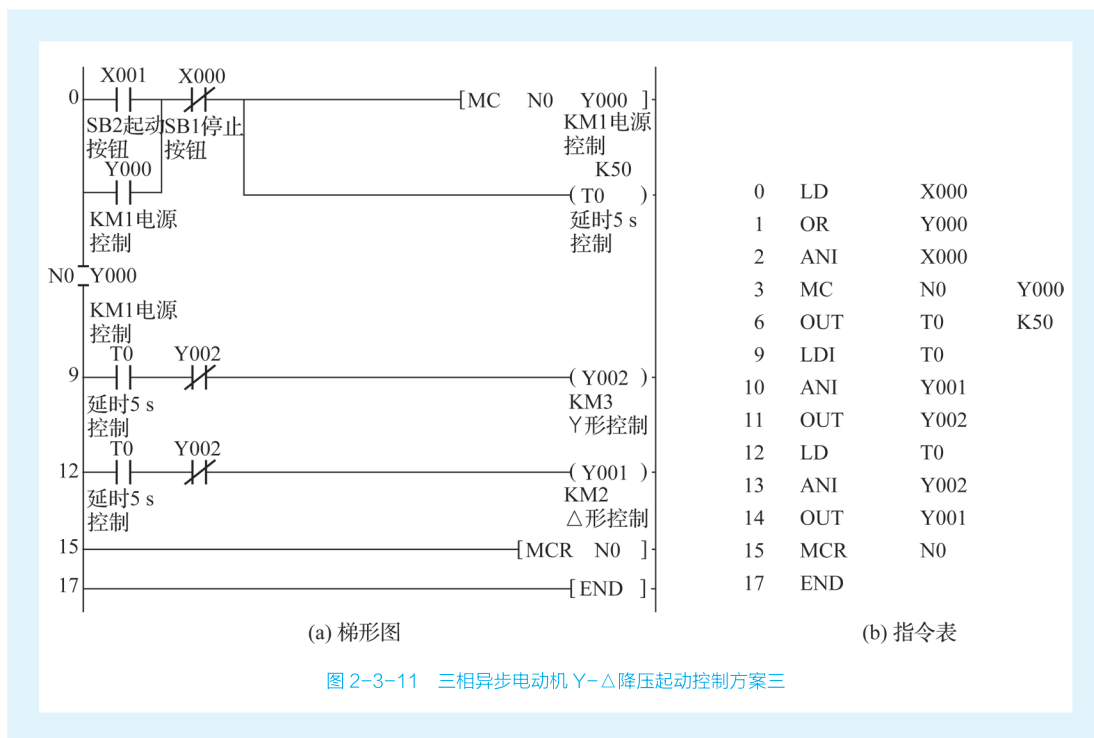

图 2-3-11 三相异步电动机 Y-Δ 降压起动控制方案三
(3) 采用主控指令进行设计, 梯形图及指令表如图 2-3-11 所示。